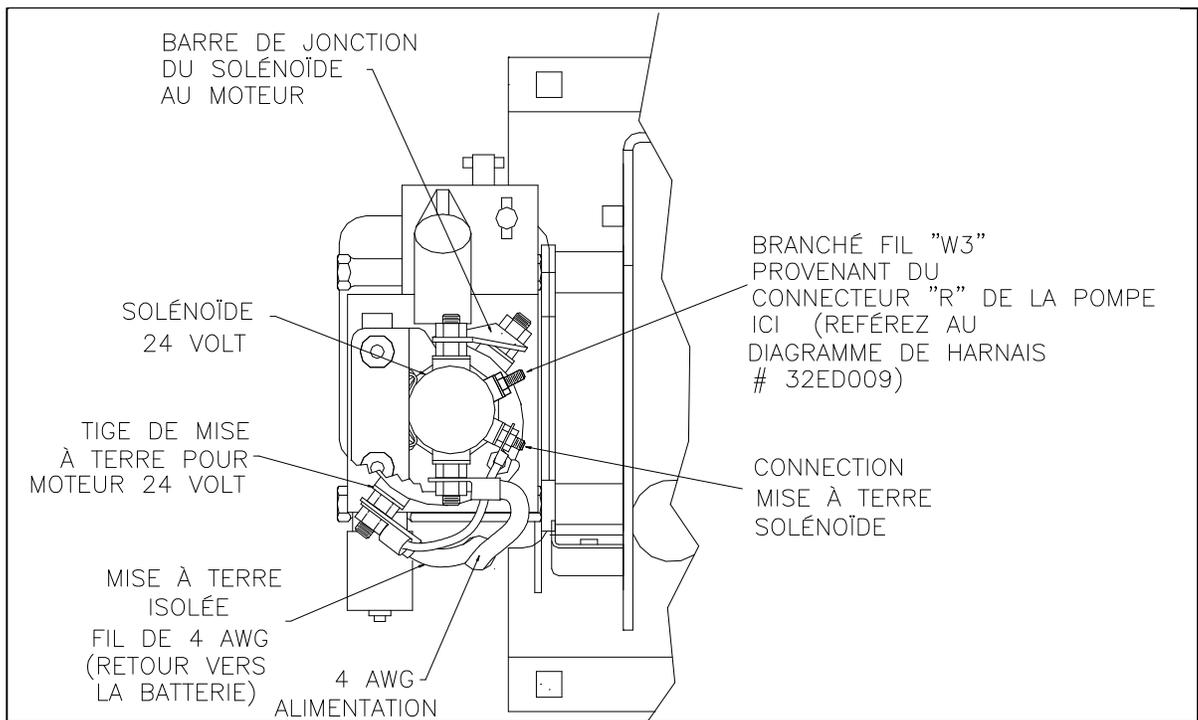

FIGURE 2-13: INSTALLATION ÉLECTRIQUE 24VDC
- 2) Référez à la **Figure 2-13 (prochaine page)**. Le câble de mise à terre devrait relié la borne négative du moteur de la pompe vers l'endroit approprié.